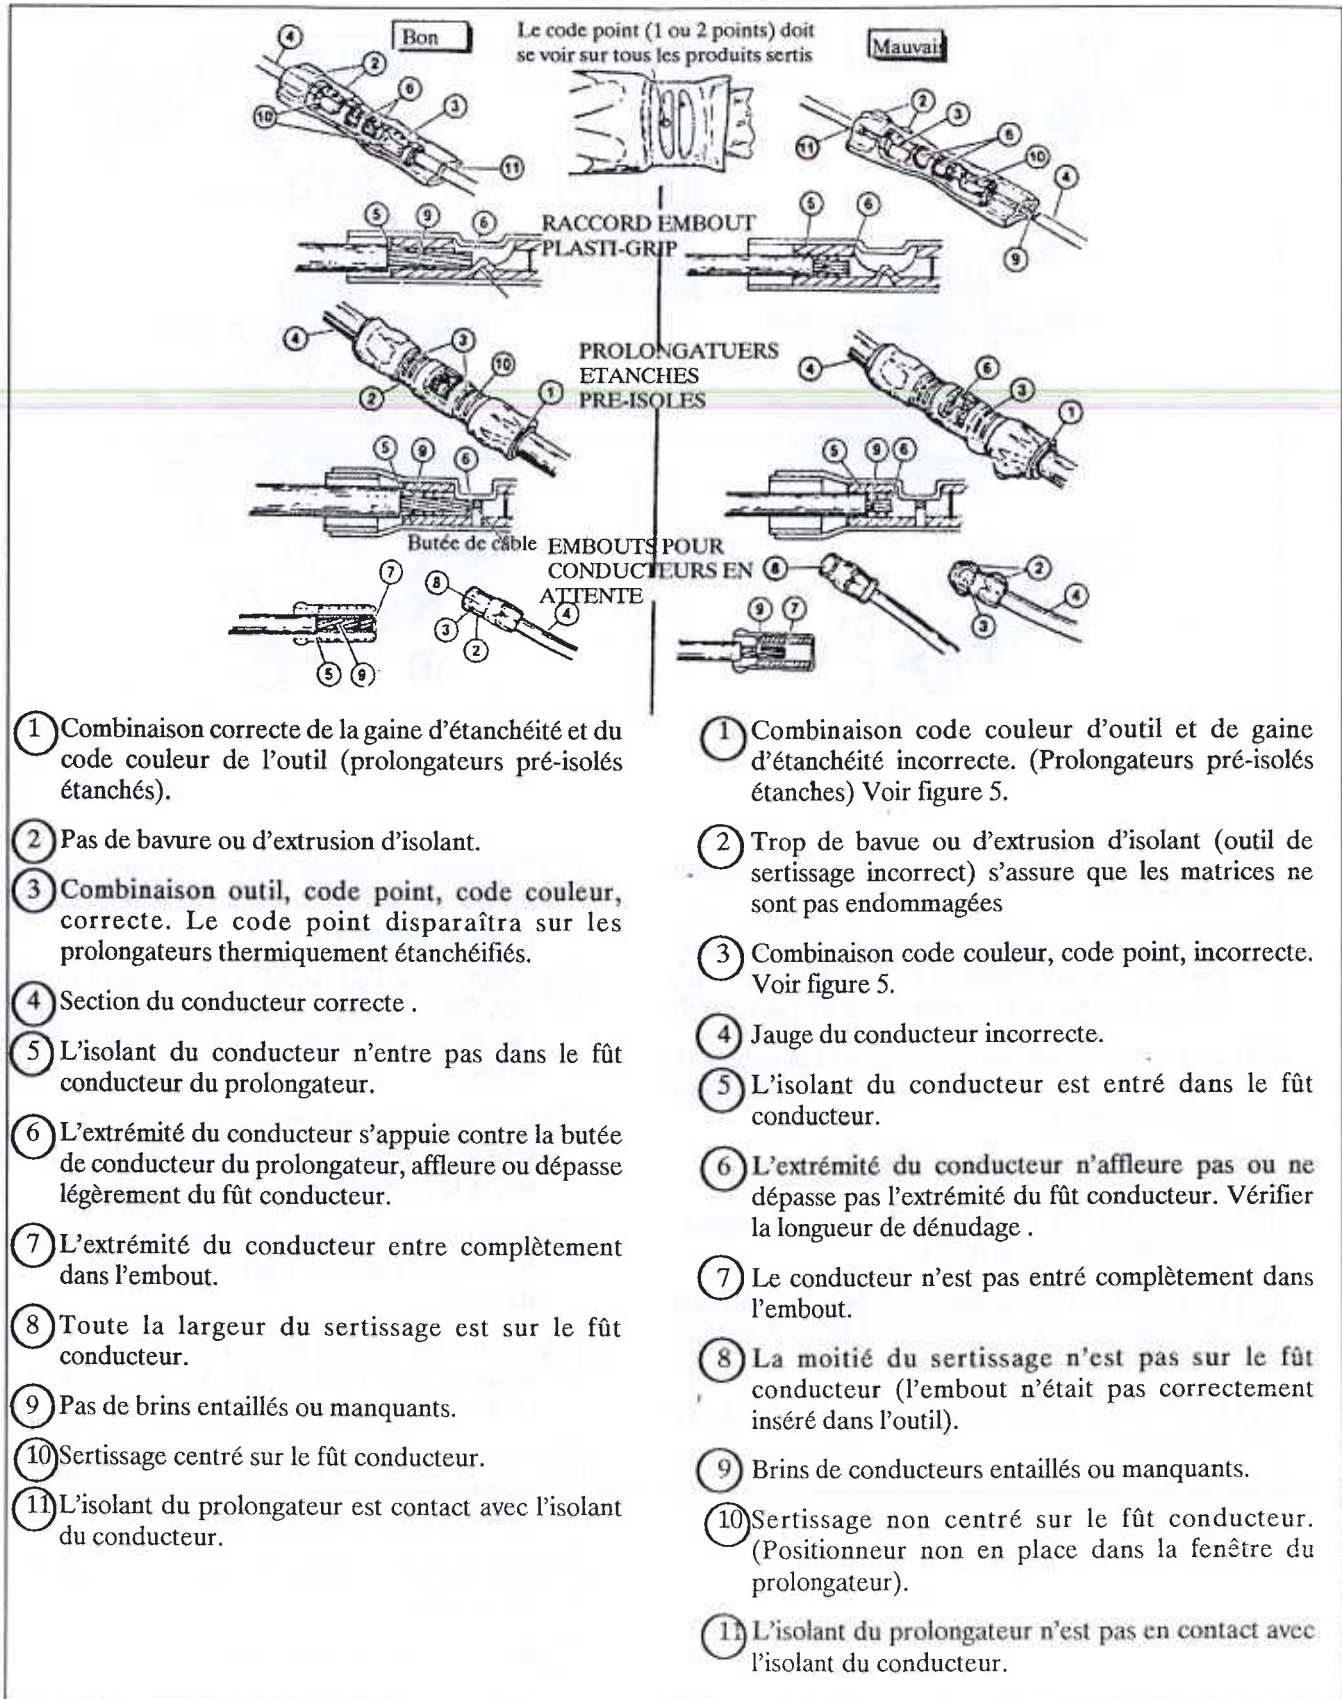

Figure 7
- (h) Voir chapitre 3, figure 7, les procédés de contrôle d'un sertissage d'embout.